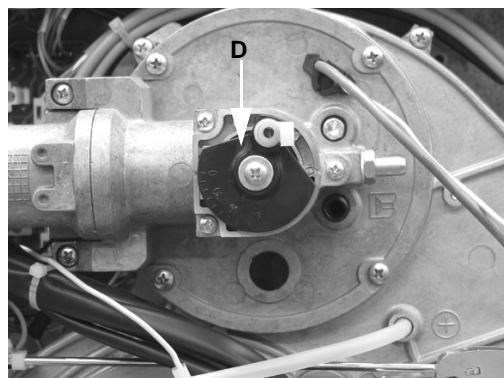

Рис. 28 Новое положение
- 9 Повернуть диск **D**, который крепит дроссельный клапан, действуя следующим образом Рис. 28.
- 11 Повернуть на 180° диск **D** и закрепить винт **VF** (Рис. 28).